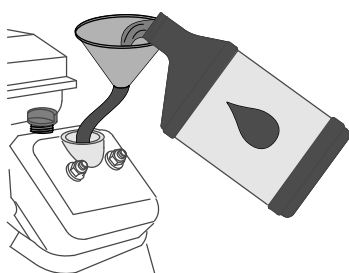

Figure 71
6. Si le niveau d'huile est trop bas, essayez la surface autour du goulot de remplissage et faites l'appoint d'huile spécifiée (Figure 71) jusqu'à ce que le niveau se situe entre les zones hachurées sur la jauge.